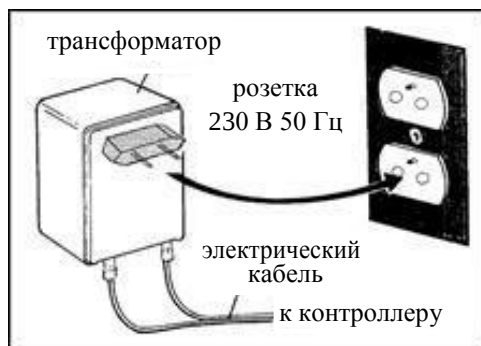

Рисунок 9
3. Подключите трансформатор к розетке 230 В, 50 Гц (рис. 9).